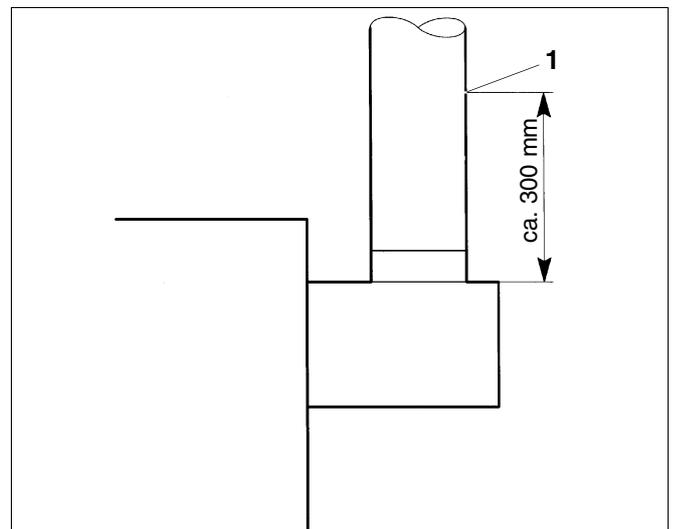

Abb. 29 Messstelle im Abgasrohr
- Bringen Sie im Abgasrohr an der dem Kessel abgewandten Seite eine Bohrung an (Abb. 29, **Pos. 1**).
- Führen Sie alle Messungen an der Messstelle im Abgasrohr (Abb. 29, **Pos. 1**) durch.